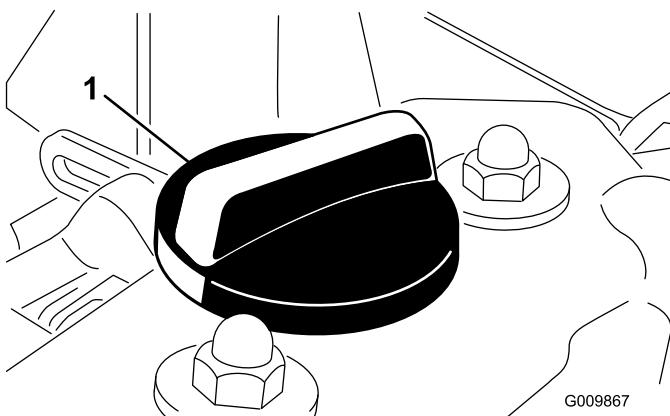

**Figura 23**
2. Retire a vareta, limpe-a e volte a colocá-la, certificando-se de que está completamente introduzida (Figura 23).